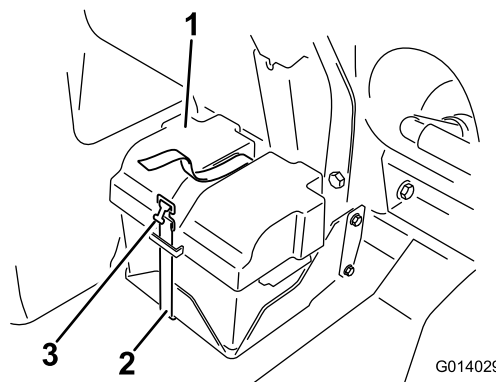

Figure 127
- Déposez le couvercle de la batterie et débranchez le câble de masse négatif (noir) de la borne de la batterie (Figure 127).
4. Posez le couvercle de la batterie et fixez-le avec la sangle que vous avez retirée précédemment (Figure 127).